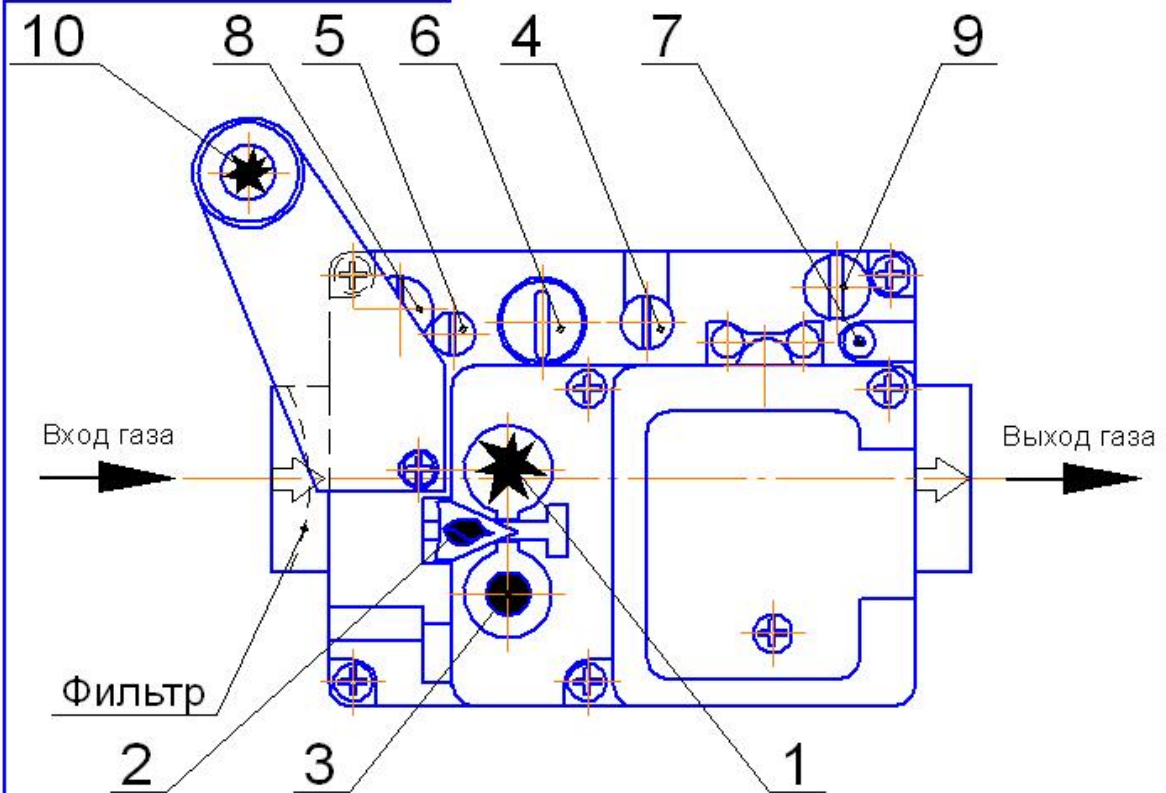

Рис.5 Элементы управления газовым клапаном. Вид сверху.
6.3.5 Нажмите кнопку «\*» (п.1 рис.5) и удерживайте её полностью нажатой – проход газа к запальной (пилотной) горелке открывается. Не отпуская кнопку «\*», нажмите кнопку пьезовоспламенителя 10 до щелчка. Контролируйте розжиг запальной горелки через смотровое отверстие щитка.
6.3.8 Для включения основной газовой горелки нажмите поперечную кнопку «» (поз. 2, рис. 5).
6.7 Для полного выключения котла нажмите кнопку «●» (поз.3 рис.5) полностью. Отпустите кнопку. При этом кнопки «●» и «\*» фиксируются в нижнем положении. Когда ток, вырабатываемый термопарой, перестанет быть достаточным для удержания магнитного блока притянутым, кнопки «●» и «\*» освобождаются, и переходят в верхнее положение. Теперь имеется возможность выполнить повторный розжиг. Если в этом нет необходимости, выключите тумблер «СЕТЬ» и закройте газовый кран перед котлом.